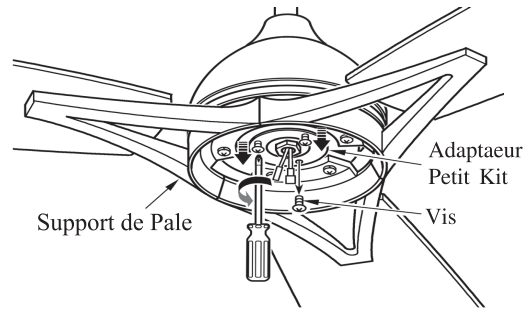

FIG.16
1. Retirer 1 des 3 vis sur l'adaptateur du kit d'éclairage, et desserrer juste les 2 autres vis. (Voir fig.16)